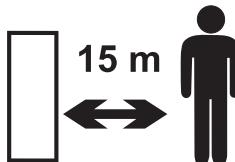

Fig. 1 – Distancia de seguridad
- *Siempre mantenga a las personas y animales apartados del área de uso del soplador, Fig. 1, por lo menos a una distancia de 15 metros alrededor.*